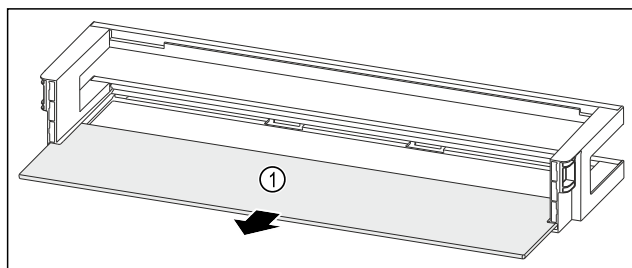

Fig. 136 Türabsteller mit Abstellfläche
- Abstellfläche Fig. 136 (1) entnehmen.